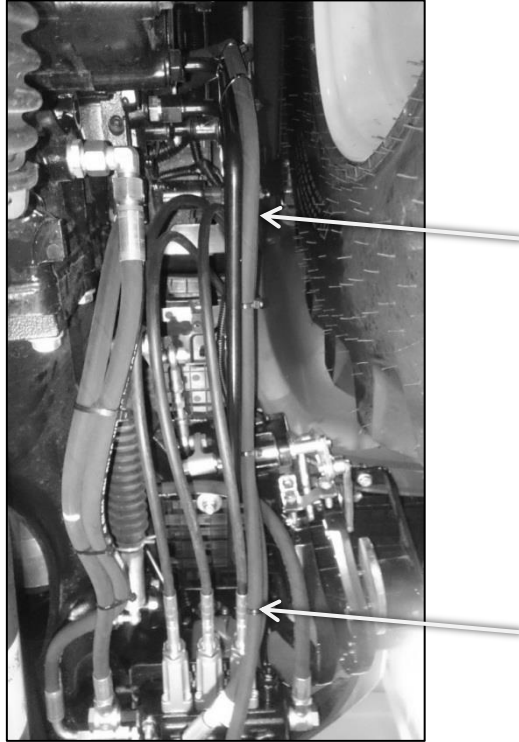

Bild 30: Schlauchverlegung Heckanschluss
2. Auf der linken Fahrzeugseite am Heck befindet sich die 7-polige Steckdose. Diese wird mit Halter demontiert. An die jetzt vorhandenen Befestigungslöcher wird der Halter für die Buchsen montiert. An den neuen Halter wird wie auf dem Bild 30 zu sehen die 7-polige Steckdose montiert.